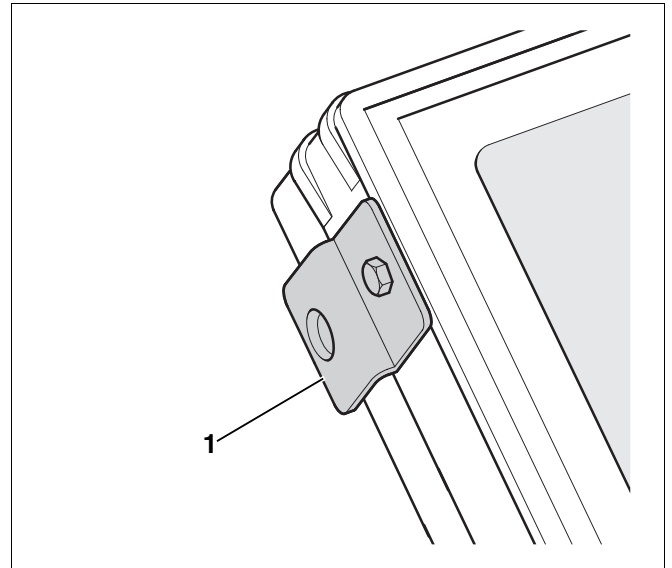

Abb. 41 Transportsicherung
- Belassen Sie die übrigen Transportsicherungen (Abb. 41, **Pos. 1**) an der linken Kollektorseite noch am Kollektor!